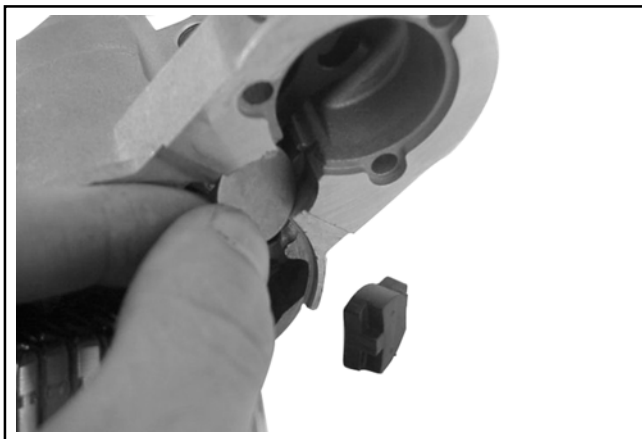

Figura 8-47.
7. Rimuovere la bussola del perno della leva dell'innesto e la piastra posteriore dal cappuccio terminale. Vedere Figura 8-47.